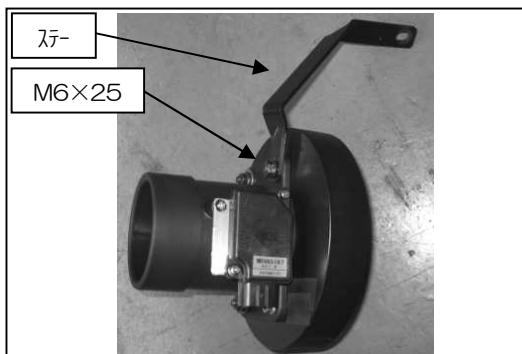

図5
- ②組み立てたエアフロアダプターへ、アダプター、ステーを取り付けます。(図5、6参照)